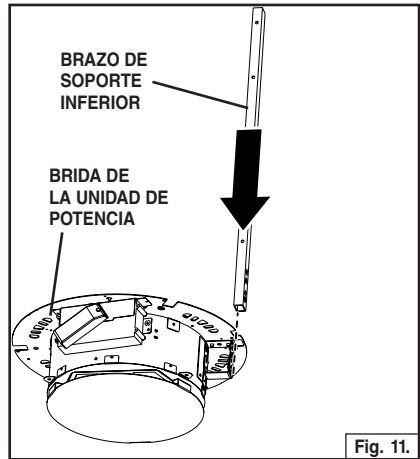

Fig. 11.
5. Fije los brazos inferiores de soporte a cada unidad motriz. Coloque el brazo de soporte a través de la ranura lateral en la brida de la unidad motriz. Fig. 11.